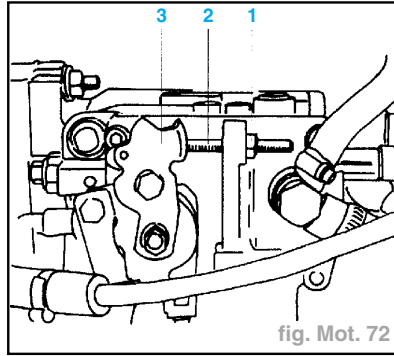

fig. Mot. 72
- Dévisser le contre-écrou (1), puis agir sur la vis de butée (2) du levier accélérateur (3) jusqu'à atteindre le régime de rotation prescrit (fig. Mot. 72) :